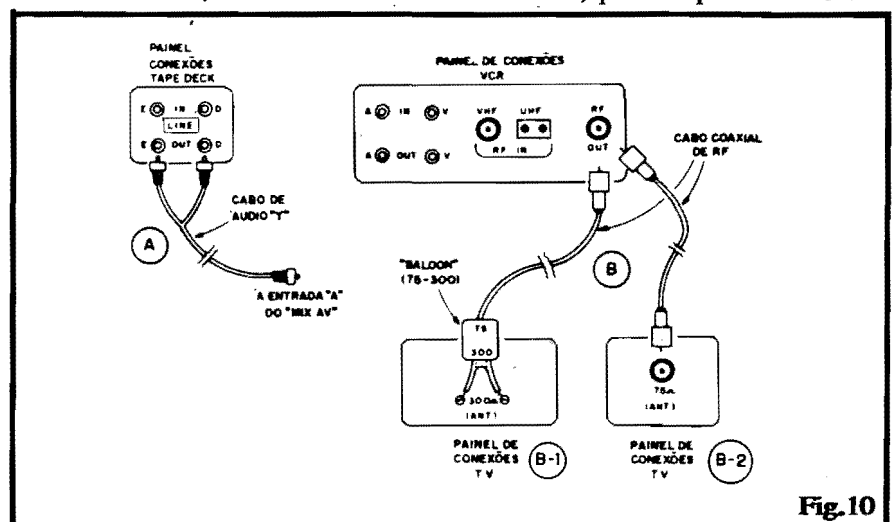

Fig. 10
- **FIG. 10-A** - Normalmente, em vídeo, lidamos com sinal de áudio em **mono** (1 canal), embora já existam aparelhos (VCRs) e câmaras com áudio em **estéreo** (por enquanto, constituem minoria, então **não são** abordados aqui...). Como os **tape decks**, na sua totalidade, trabalham em **estéreo**, temos que "converter" o seu sinal de saída (**line**) em **mono**, para aplicação ao MIX-AV. A figura mostra o tipo de cabo a ser utilizado (BLINDADO, EM "Y" - ESTÉREO PARA MONO, DOTADO DE PLUGUES "RCA"), bem como os pontos, no painel de conexões do **tape deck**, aos quais devem ser ligado. Esse cabo (sob a codificação "2 RCA - 1 RCA") pode ser encontrado já pronto, em muitos fornecedores e varejistas.
- **FIG. 10-B** - A interligação entre o VCR 2 e o TV de monitoração, normalmente, exigirá um cabo coaxial específico para RF, e dotado (na extremidade a ser ligada ao VCR) de um plugue também específico (com o terminal "vivo" em "agulha"...). O ponto de ligação, no VCR 2, está normalmente identificado como "RF OUT", e se manifesta num jaque específico, externo, rosqueado, e com um "furinho" central, destinado a receber a "agulha" do plugue.
- **FIG 10-B-1** - Na outra extremidade de tal cabo, fica o TV. Se este
- **FIG. 10-B-2** - Se o painel de conexões traseiro do TV tiver uma "ENTRADA DE ANTENA" do tipo coaxial - 75 ohms (jaque grande, rosqueado, com furinho pequeno no meio...), então o cabo coaxial deverá, nessa extremidade, ser dotado de um jaque **idêntico** àquele ligado ao VCR (na outra ponta do cabo), ou seja: plugue com "vivo" na forma de "agulha" central... As ligações do cabo são, então, diretas (sem a "intermediação" do **baloon**...)